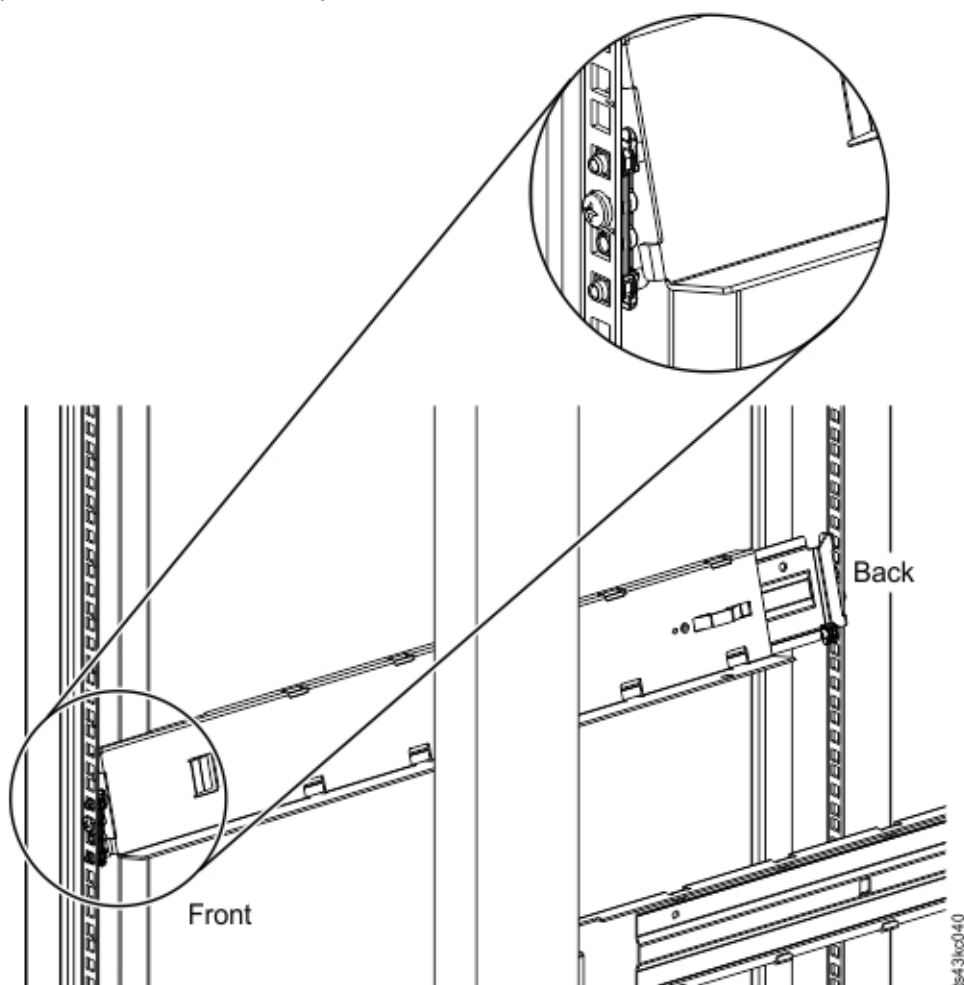

Figura 32. Montaje de los rieles en los conectores
- d. Monte el riel de montaje de bastidor LH en los conectores. Consulte Figura 32 en la página 51.